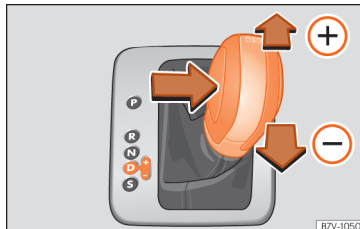

Abb. 239 Wählhebel in Tiptronic-Stellung (Linkslenker). Rechtslenker spiegelbildlich.
- Drücken Sie den Hebel nach vorn (+) oder zurück (-), um hoch- oder herunterzuschalten »» **Abb. 239**.